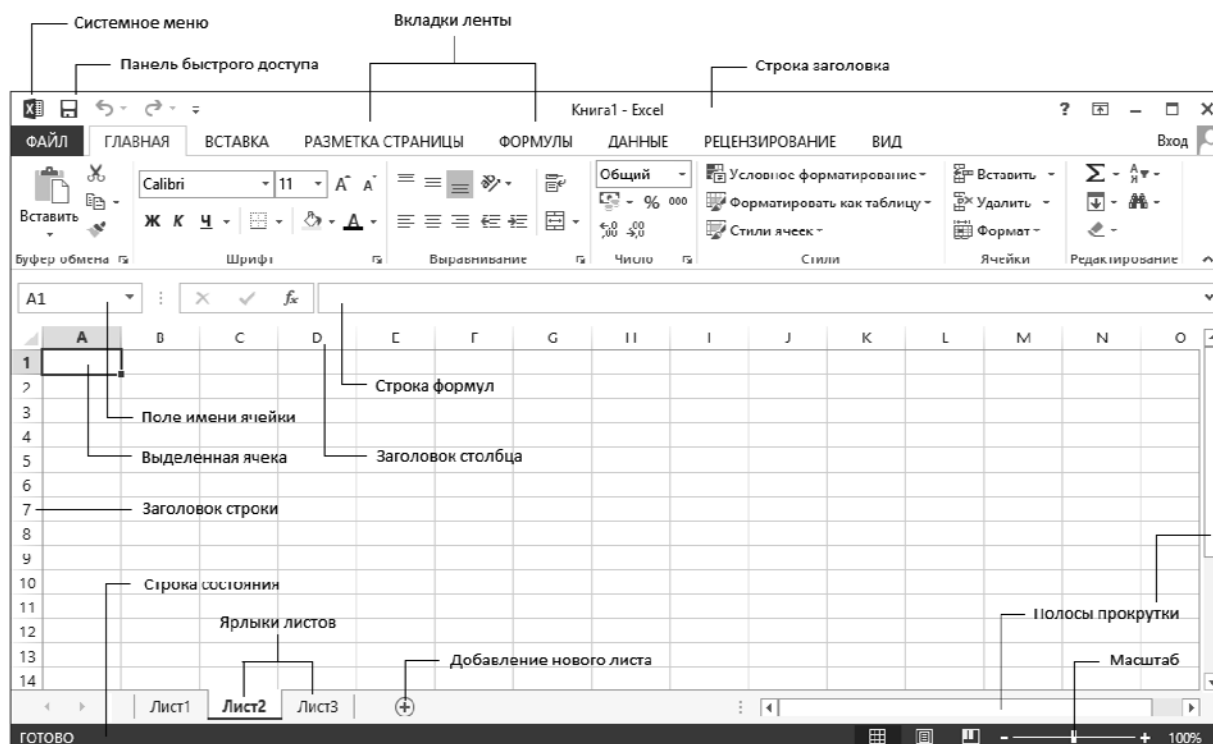

Рис. 1. Структура окна табличного процессора MS Excel
- элементы окна, специфичные для табличного процессора: строка формул, которая имеет поле имени, ярлыки листов (рис. 1).